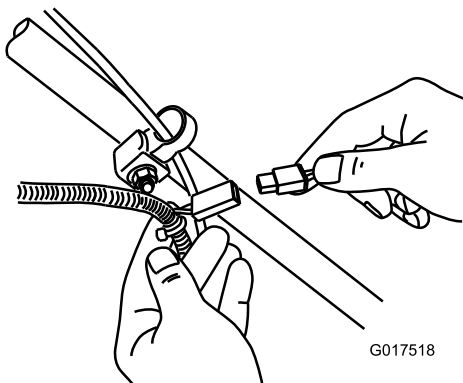

Bild 35
1. Schließen Sie das Ladegerät an den Kabelbaum an, der sich unter dem Zündschloss befindet (Bild 35).